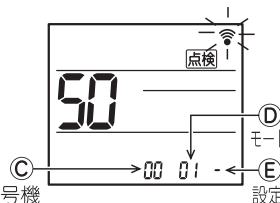

図2
- ▼ ボタン⑥を押して号機Cを設定対象ユニットに合わせる。(図2)
- ▼ ボタン⑥を押してモード番号Dを合わせる。(図2)
- ▼ ボタン⑥を押して設定番号Eを選択する。(図2)